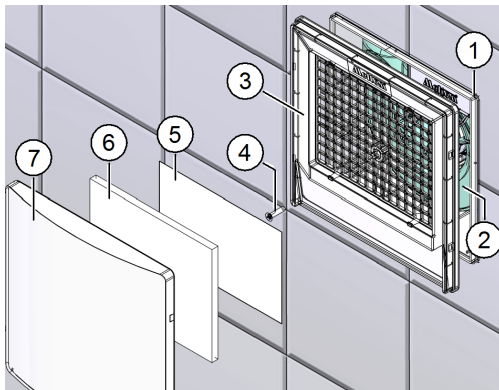

Рис. 8: установить держатель фильтра, фильтр, крышку всасывания и, при необходимости, регулировочное полотно из флиса
- ▶ Установите держатель фильтра (поз. 3 на рис. 8) на корпус (поз. 1 на рис. 8).
- ▶ Прикрепите держатель фильтра с помощью винта с потайной головкой М6 (поз. 4 на рис. 8) на двигатель вентилятора (поз. 2 на рис. 8):
- ▶ Для вентиляторов с расходом воздуха 60 м3/ч и боковой вытяжкой: вложите входящее в комплект регулировочное полотно из флиса (поз. 5 на рис. 8) в углубление держателя фильтра. Регулировочное полотно должно прилегать к нижнему краю углубления.
- ▶ Вложите фильтр (поз. 6 на рис. 8) в углубление держателя фильтра.
- ▶ Установите крышку (поз. 7 на рис. 8) на держатель фильтра и надавите на нее.